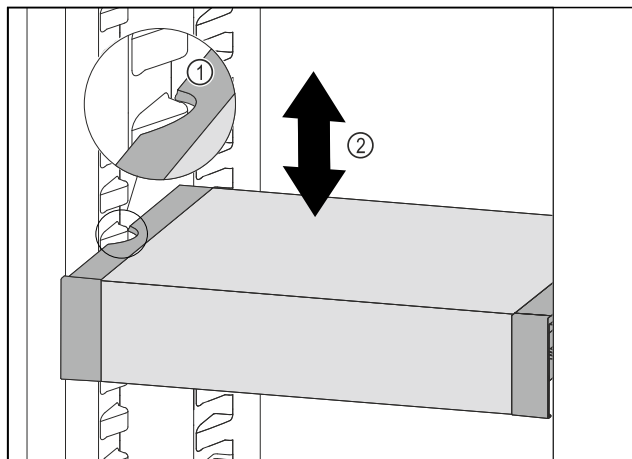

Fig. 118
- Predal VarioSafe povlecite v smeri naprej, dokler nista stranska izreza predala VarioSafe na višini nastavka za posodo v hladilniku. Fig. 118 (1)
- Predal VarioSafe premikajte v hladilniku gor ali dol, dokler ne dosežete želene višine. Fig. 118 (2)